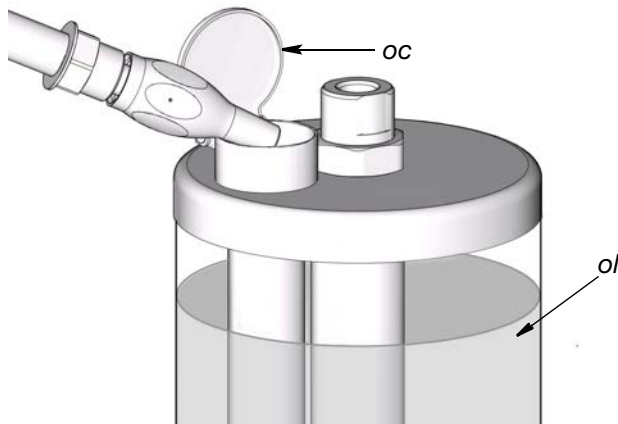

图 5
- 慢慢添加机油 (*ol*) 直到液箱注入到其容量 (图 5)。小心向液箱不要注入过快和超过液箱的容量。
- 关闭机油注入盖 (*oc*)，防止污染和溢出 (图 5)。